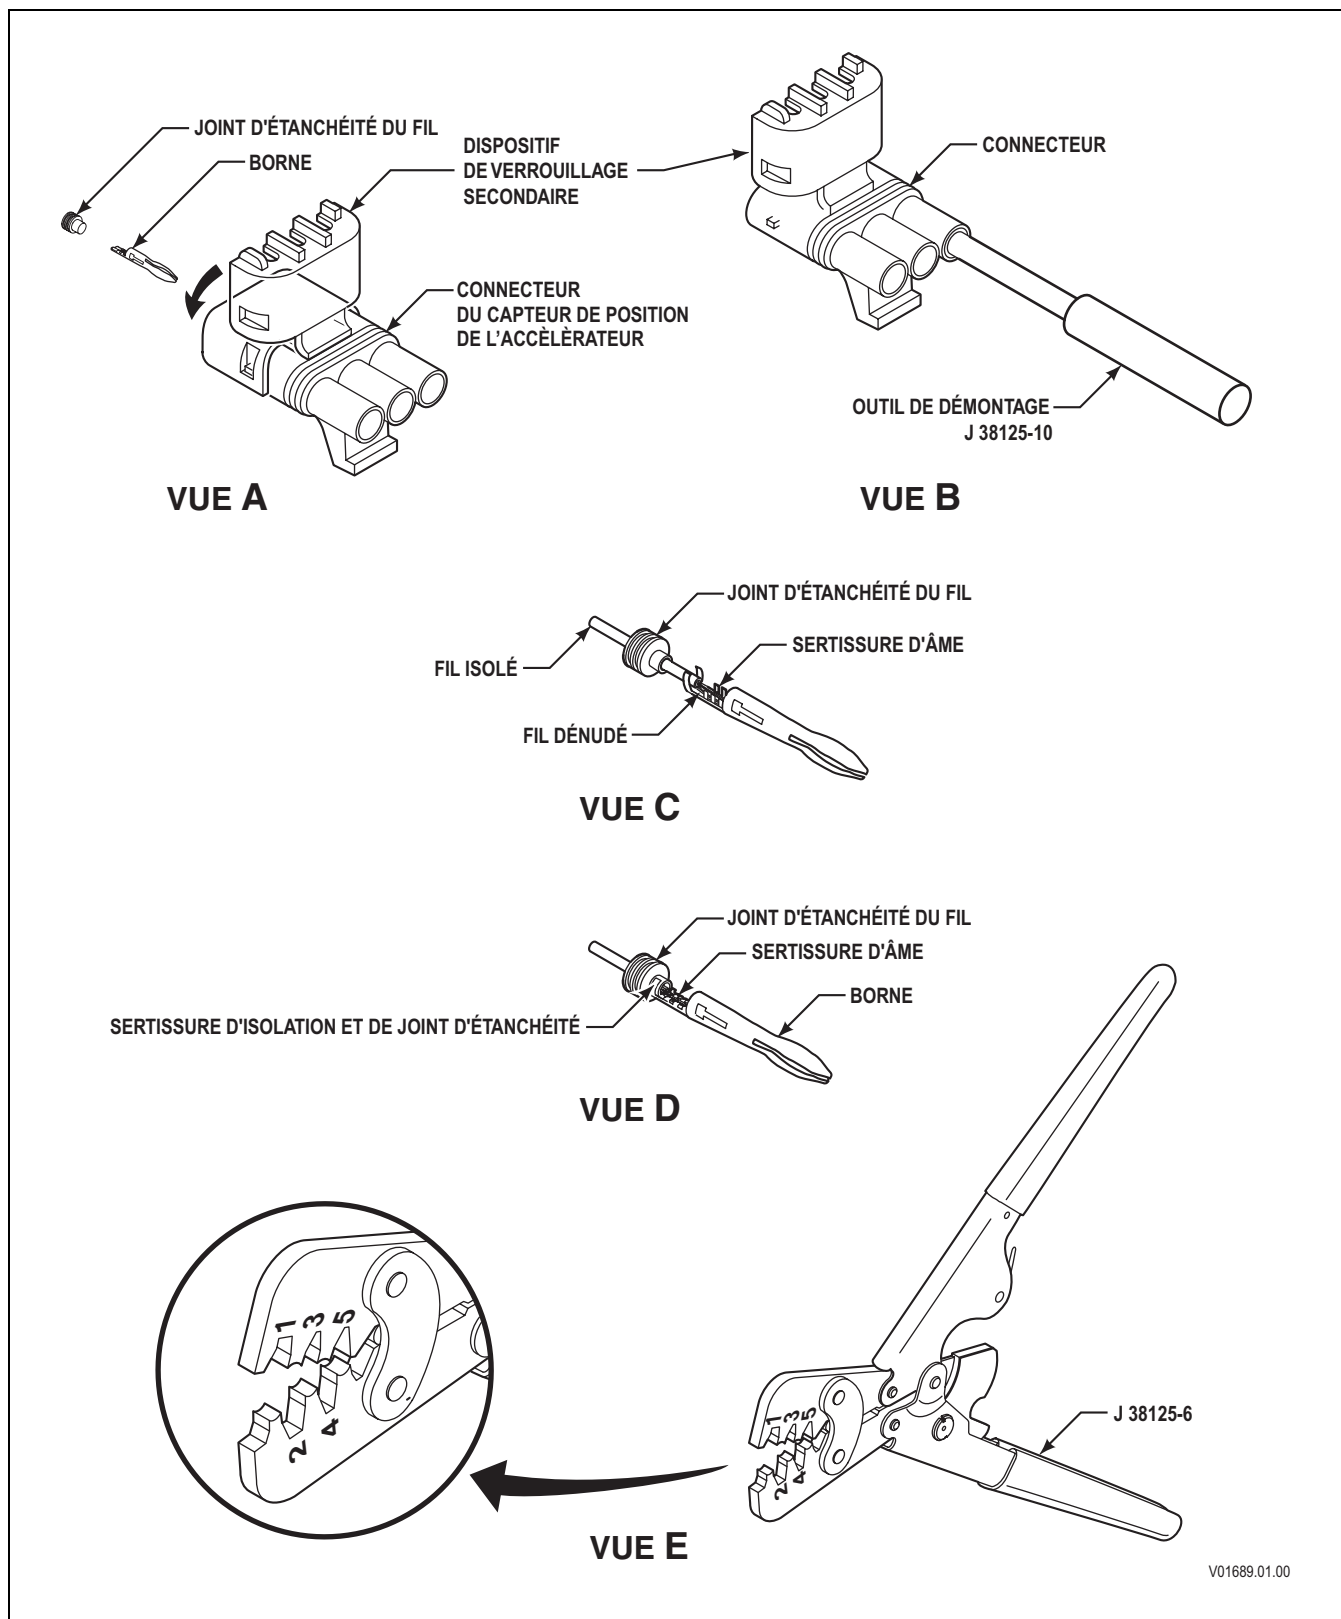

Figure E-7A. Connecteurs WeatherPack Delphi-Packard (CPA)
A. Réparation des connecteurs/bornes (Figure E-7A)
1. Déverrouillez et ouvrez le dispositif de verrouillage secondaire du connecteur (Figure E-7A, vue A).
2. Depuis l'avant du connecteur, insérez l'outil de démontage J 38125-10 sur la borne. Poussez l'outil par-dessus la borne et tirez la borne de l'arrière du connecteur (Figure E-7A, vue B).
1. Placez le joint d'étanchéité du fil sur le fil avant de dénuder ce dernier (Figure E-7A, vue C).
3. Placez la borne sur l'outil de sertissage J 38125-6 (Figure E-7A, vue E), matrice "2".
5. Insérez le fil de façon à ce que sa partie dénudée soit dans la zone de sertissure d'âme et sa partie isolée dans la zone de sertissure d'isolation (Figure E-7A, vue C).
8. Poussez le joint d'étanchéité du fil sur la borne (Figure E-7A, vue D). La deuxième sertissure enveloppe le joint d'étanchéité, scellant ainsi la partie isolée du fil.